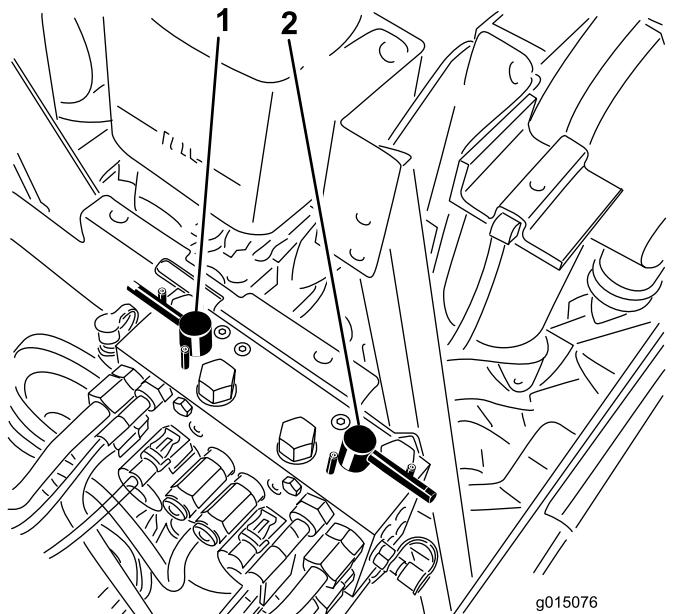

Рисунок 83
4. Выберите передний, задний или оба рычага обратного вращения, чтобы определить, заточку каких режущих блоков необходимо произвести (Рисунок 83).